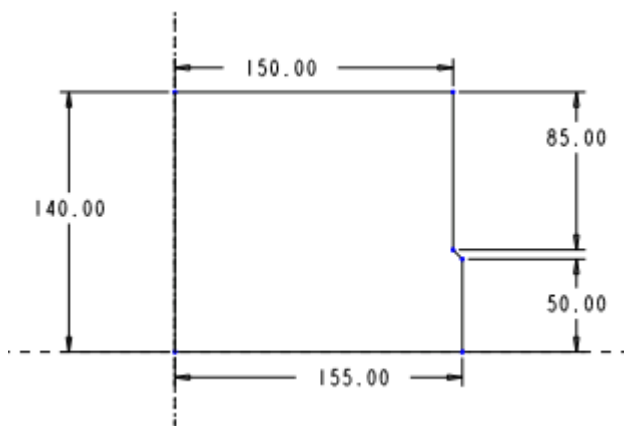

图 59-3
- (1) 单击旋转工具按钮，打开旋转特征操控板，单击草绘截面按钮，打开【剖面】对话框。
- (2) 选择 FRONT 基准面为草绘平面，RIGHT 基准面为视图方向参照。
- (3) 单击【剖面】对话框中的【草绘】按钮，进入草绘工作环境。
- (4) 绘制如图 59-3 所示的一条中心线和旋转截面，然后单击草绘命令工具栏中的按钮。